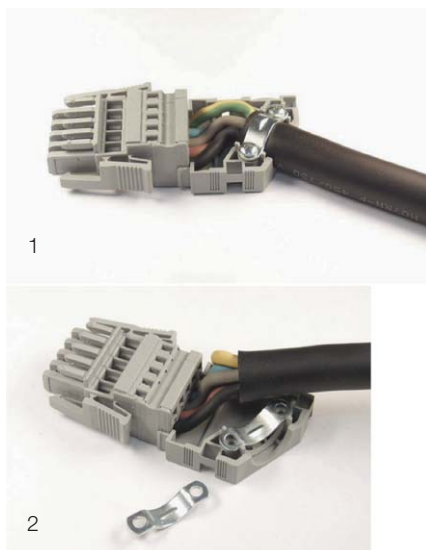

Рис. 42: Штекер подключения с корпусом для защиты от натяжения
- Проложите провода в корпусе для разгрузки от натяжения, как показано на рис. 42, и зафиксируйте кабель с помощью кабельного зажима на корпусе для защиты от натяжения.
Для того, чтобы обеспечить достаточную разгрузку от натяжения также для кабеля с диаметром  $< 12$  мм, необходима установка второго кабельного зажима под проводом (рис. 42, поз. 2).